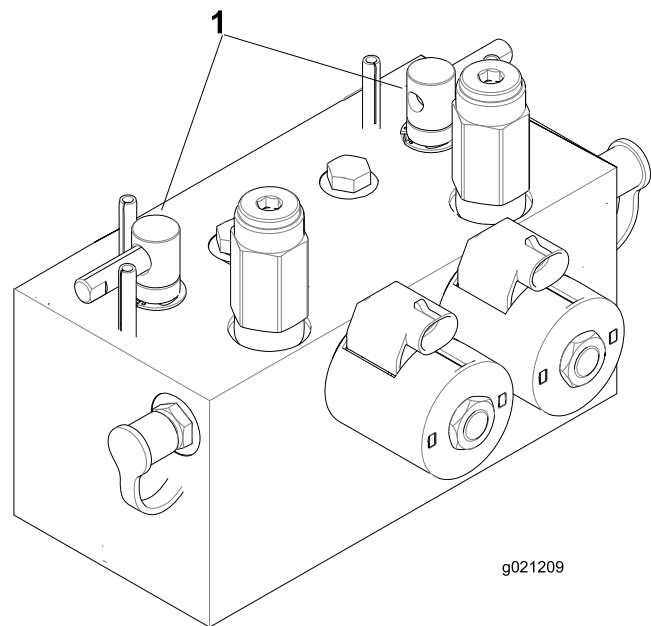

図 106
2. ラッチのロックを外してフードを開けるとバックラップレバーが見える 図 106。